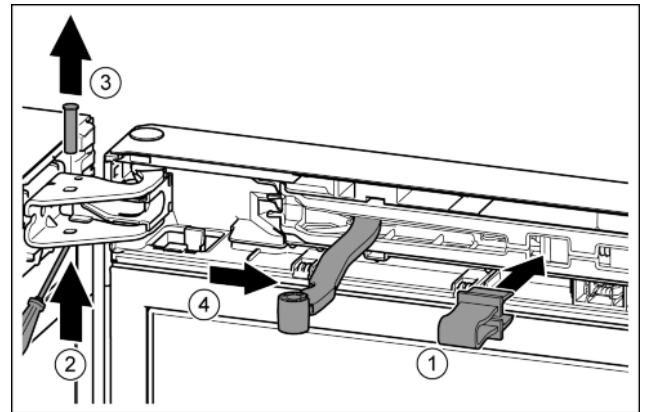

Fig. 10
- ▶ Sicherung in Öffnung einrasten. Fig. 10 (1)
- ▶ Bolzen mit Schraubendreher herauschieben. Fig. 10 (2)
- ▶ Bolzen nach oben herausnehmen. Fig. 10 (3)
- ▶ Gelenk in Richtung Tür drehen. Fig. 10 (4)